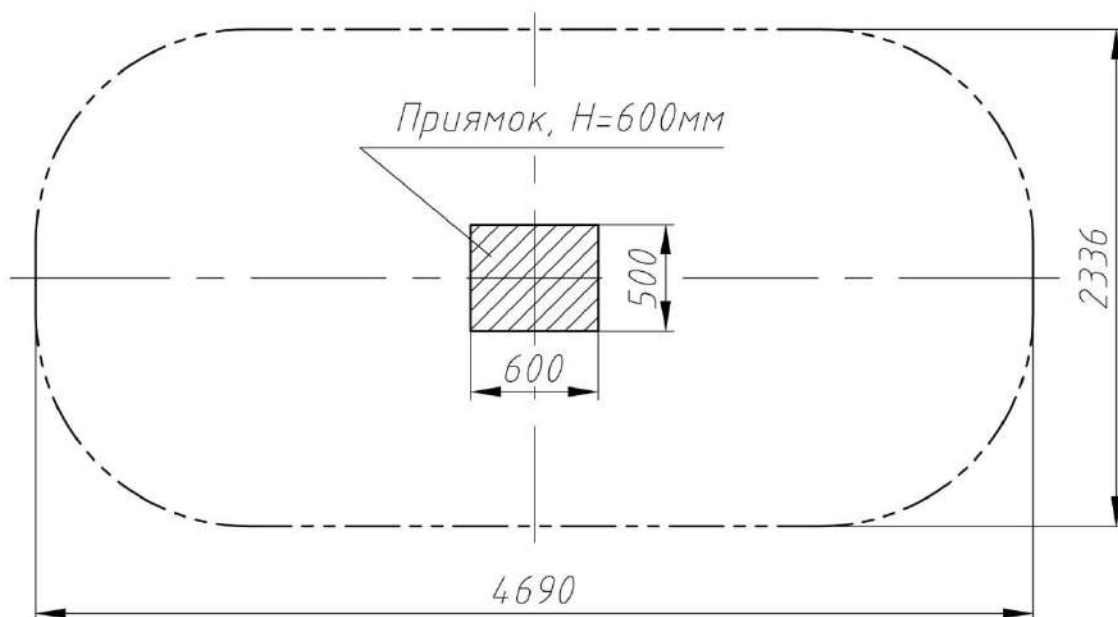

Рис.3 План фундамента балансира РТР 012.02П
3.6. Монтаж детского балансира заключается в бетонировании основания. Фундаментный приямок выполнить в соответствии с планом фундамента (рис. 3).